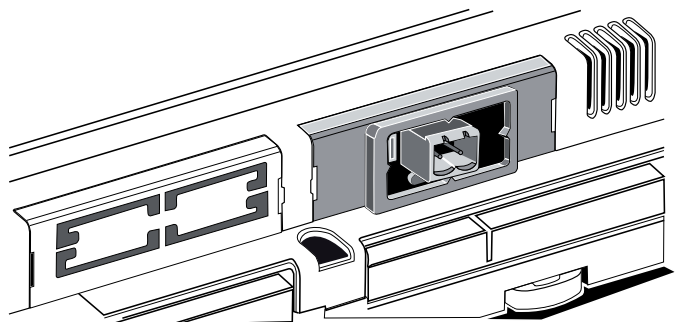

Fig 5
4. Richiudere lo sportellino facendo combaciare il connettore della scheda seriale con il foro eseguito sullo sportellino (vedi Fig. 5).
4. Close the cover again, lining up the connector on the serial card with the hole opened on the cover (see Fig. 5).